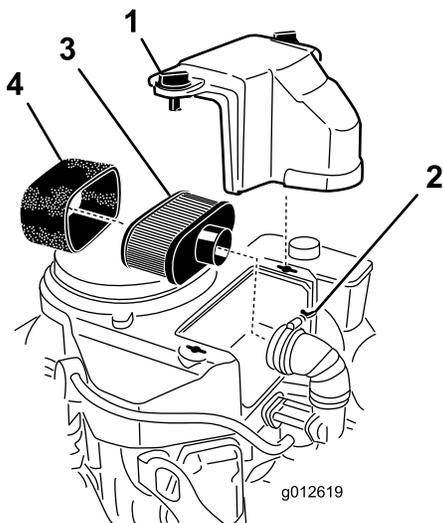

Figura 30
3. Pulite la zona intorno al filtro dell'aria per evitare che la morchia possa penetrare nel motore provocando gravi danni (Figura 30).
4. Svitare le manopole del coperchio e togliete il coperchio del filtro dell'aria (Figura 30).
5. Allentate la fascetta stringitubo e togliete il gruppo del filtro dell'aria (Figura 30).
6. Togliete con cautela l'elemento in schiuma sintetica dall'elemento di carta (Figura 30).
Importante: Non pulite il filtro primario di carta, sostituitelo (Figura 30).
1. Infilate con cautela l'elemento in schiuma sintetica sopra l'elemento di carta del filtro dell'aria (Figura 30).
2. Collocate il gruppo del filtro dell'aria sulla relativa base, e fissatelo con i 2 dadi ad alette (Figura 30).
3. Montate il coperchio del filtro dell'aria e serrate la manopola del coperchio (Figura 30).